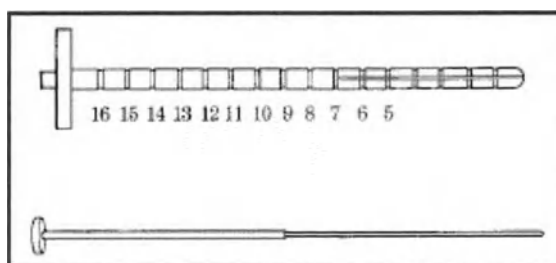

Рис. 24. Инструмент Furlow для проведения цилиндров импланта
1. Использовать Инструмент Furlow для проведения цилиндров импланта (рис. 24) и иглу Кита, чтобы помочь ввести цилиндры в пещеристые тела.